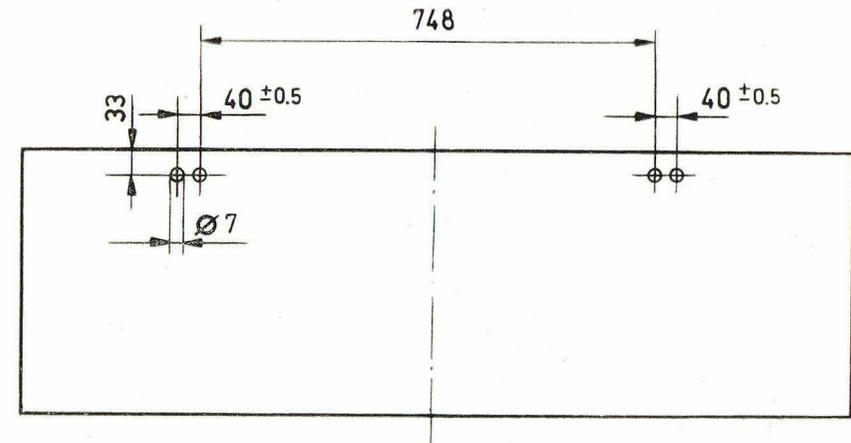

Abb. 8
- In die Vorderwand sind 4 Löcher nach den Maßangaben der Abb. 8 zu bohren.